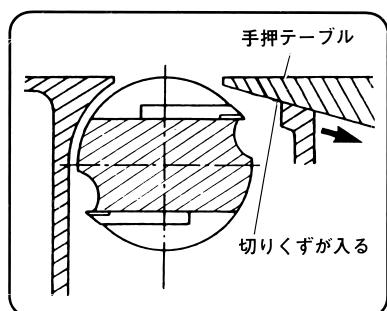

図 53
(5) 手押テーブル摺動部の切りくずを取り除いてください。この場合、切り込みノブ（図 14 参照）をまわし、下限まで下げると効果的です。（図 53）